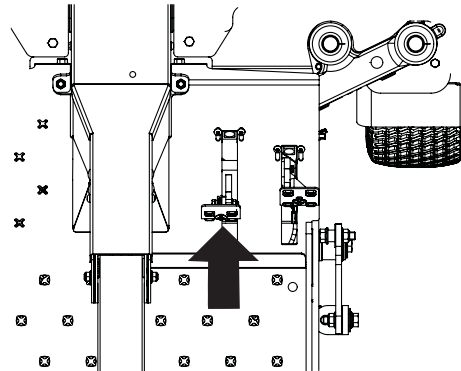

Figure 3-4
1. Appuyez doucement sur la pédale de marche avant. La tondeuse commencera à avancer. Voir Figure 3-4.